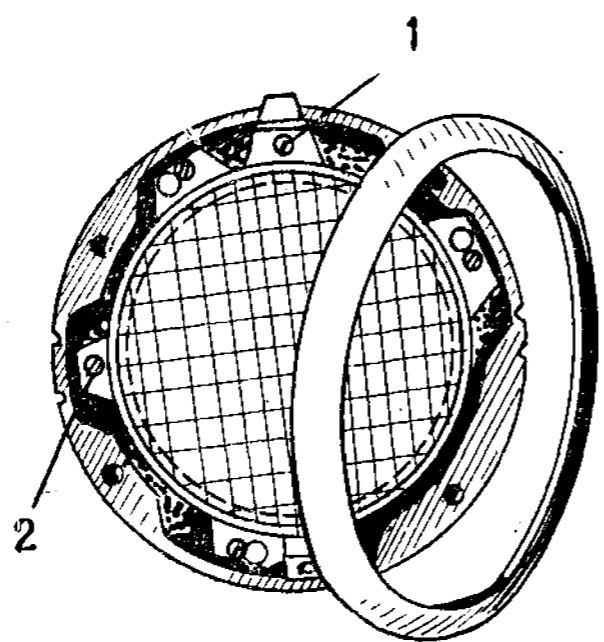

Рис. 61. Фара автомобиля:
13. Отрегулировать установку фары регулировочными винтами *1* и *2* (рис. 61) в горизонтальной и вертикальной плоскостях, соблюдая требования технических условий перехода 12.